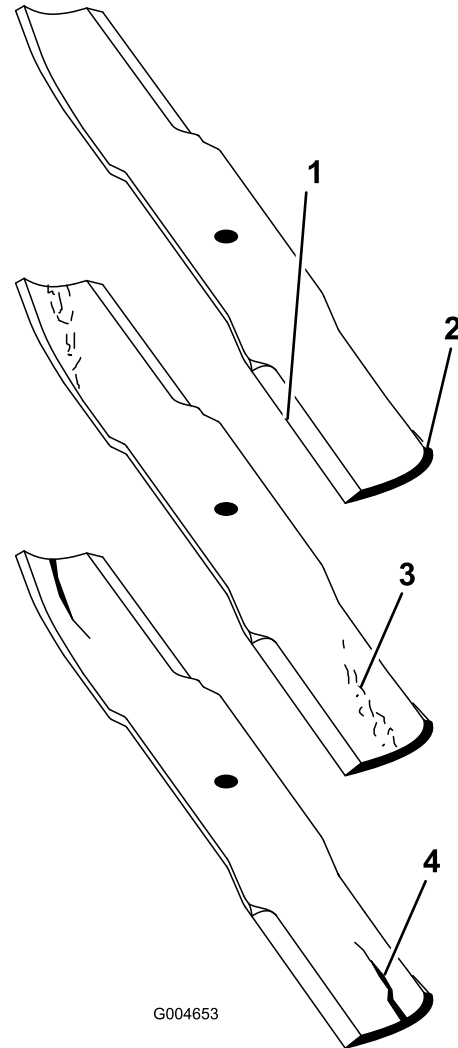

Figure 99
2. Examinez attentivement les tranchants de la lame, particulièrement au point de rencontre de la partie plane et de l'ailette (Figure 99).
**Remarque:** Le sable et les matières abrasives peuvent éroder le métal à cet endroit, c'est pourquoi il est important de contrôler l'état de la lame avant d'utiliser la tondeuse. Remplacez la lame si elle semble usée (Figure 99).